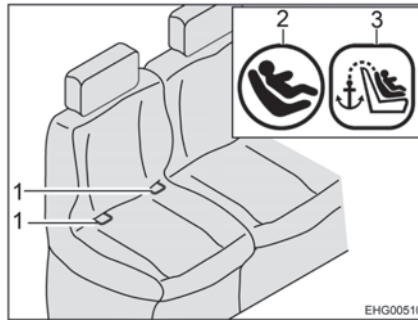
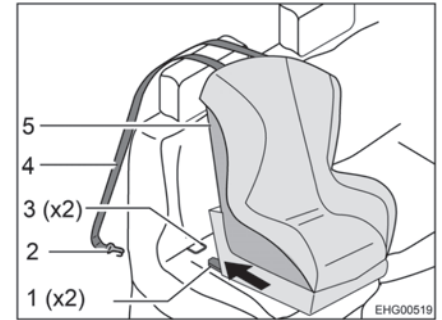

Fig. 13 Siège avec Isofix
Fig. 14 Fixation avec Top-Tether
- Encliqueter les bras d'encliquetage (Fig. 14,1) dans les étriers de fixation (Fig. 13,1 et Fig. 14,3). Un cliquetis clair doit être entendu.
- Vérifier à l'aide d'une forte secousse si le siège pour enfant (Fig. 14,5) est bien installé.
- Glissez la ceinture Top-Tether (Fig. 14,4) sur l'appuie-tête du siège du véhicule.
- Accrocher le crochet de fixation (Fig. 14,2) au point d'ancrage en face arrière du siège.